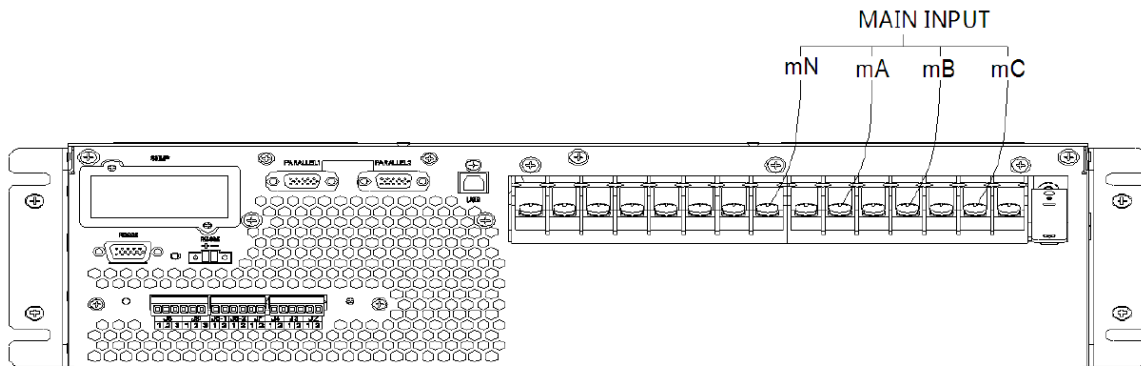

Рисунок 12. Подключение главного входа
1.1. Снимите все медные шины, подключите только входной кабель (нет байпаса/выхода/аккумулятора) (Рисунок 12).